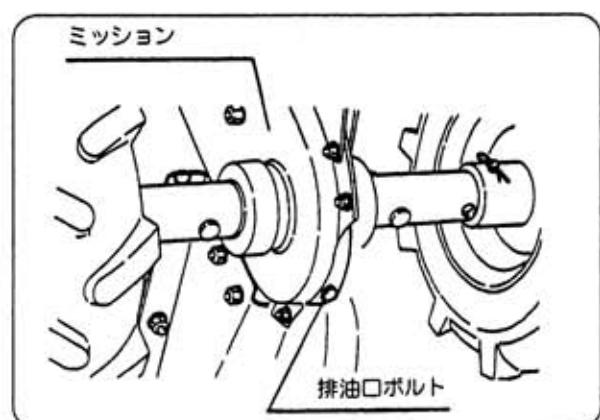

図33
- ① 注油栓を取外してください。
- ② ミッションケース下部にある排油口ボルトを取り外して汚れたオイルを流し出してください。（図33）
- ③ 給油口からミッションオイルをゆっくり給油してください。